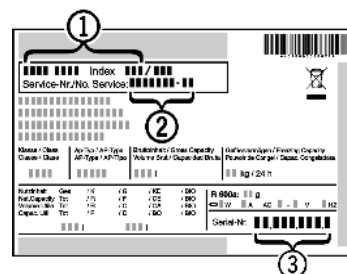

Fig. 29
- ▶ Apparaataanduiding Fig. 29 (1), servicenummer Fig. 29 (2) en serienummer Fig. 29 (3) van het typeplaatje aflezen. Het typeplaatje bevindt zich aan de binnenkant van het apparaat.